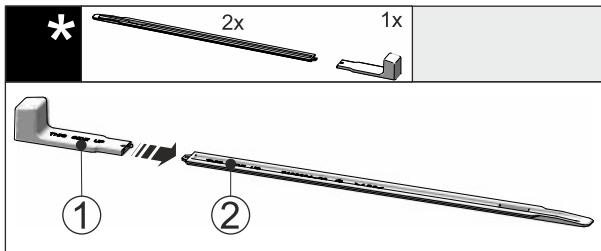

Fig. 50
- ▶ Insertar el tirador de montaje Fig. 50 (1) en el riel de nivelación Fig. 50 (2).